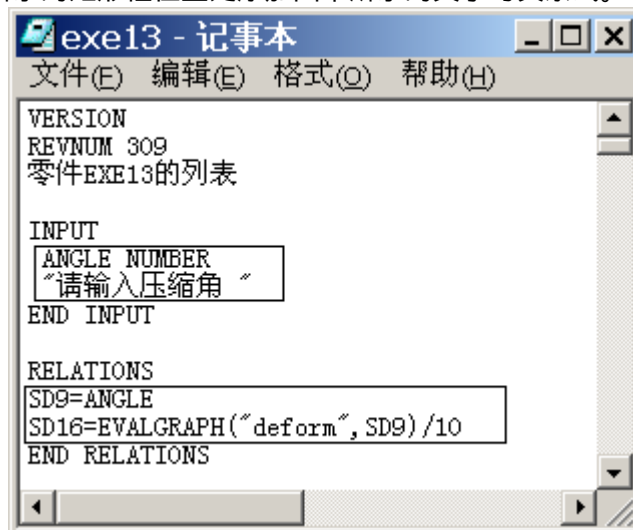

图 44-5
- (1) 单击菜单【工具】 【程序】 【编辑设计】 【自文件】，打开【记事本】窗口。
- (2) 在图 44-5 所示的矩形框位置处添加图中所示的文字与关系式。